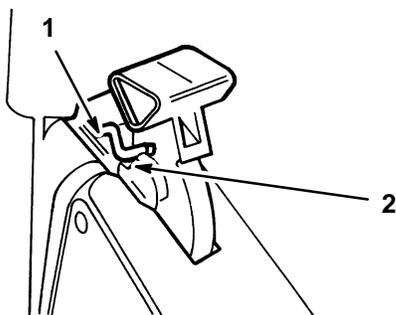

Figure 37
- Ramener la poignée du volet vers l'arrière pour accrocher la tige de verrouillage de la poignée sur les crans du sac (Fig. 37).